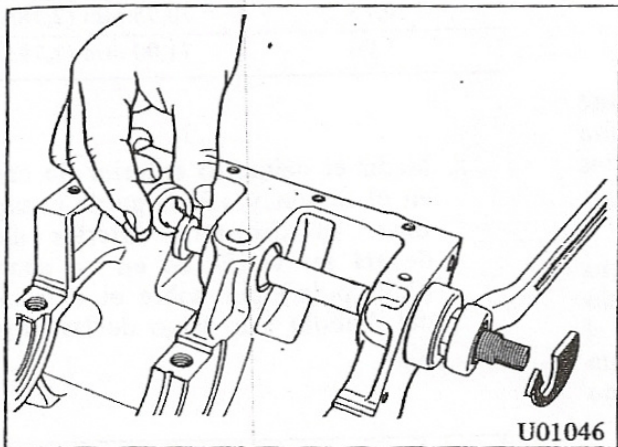

Fig. 46 Desmontaje del cojinete del árbol compensador (1)
- Para desmontar el cojinete del árbol compensador trasero, colocar la herramienta especial: Desmontador de cojinete trasero de árbol compensador (MD999514) tal como se muestra en la Fig. 46 y desmontar el cojinete haciendo girar la tuerca.